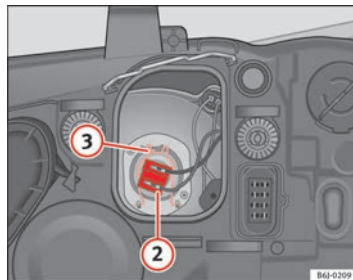

Abb. 138 Abblendlicht
- Ziehen Sie den Stecker ⇒ Seite 234, Abb. 138 ② von der Lampe ab.
- Nehmen Sie die Haltefeder ⇒ Seite 234, Abb. 138 ③ durch Eindrücken und Rechtsdrehung ab.